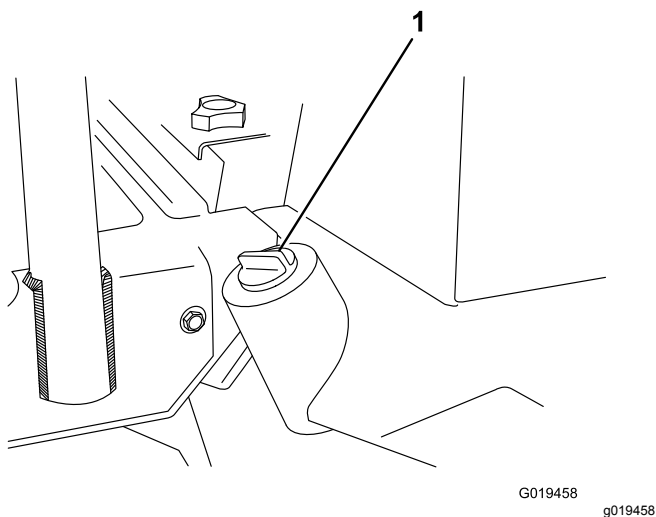

Bild 72
2. Reinigen Sie den Bereich um den Füllstutzen und den Deckel des Hydraulikbehälters (Bild 72). Drehen Sie den Deckel vom Einfüllstutzen ab.